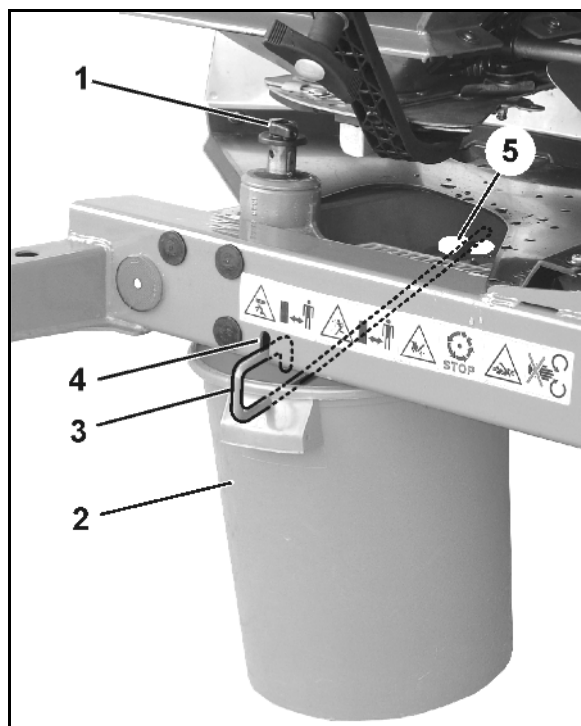

Fig. 40
- 2.1 Skru ut vingeskruen (Fig. 40/1) som fester spredeskiven, og trekk spredeskiven av girakselen.
3. Heng samlebeholderen (Fig. 40/2) i holderne (Fig. 40/4 og Fig. 40/5) på rammen ved hjelp av bøylen (Fig. 40/3).